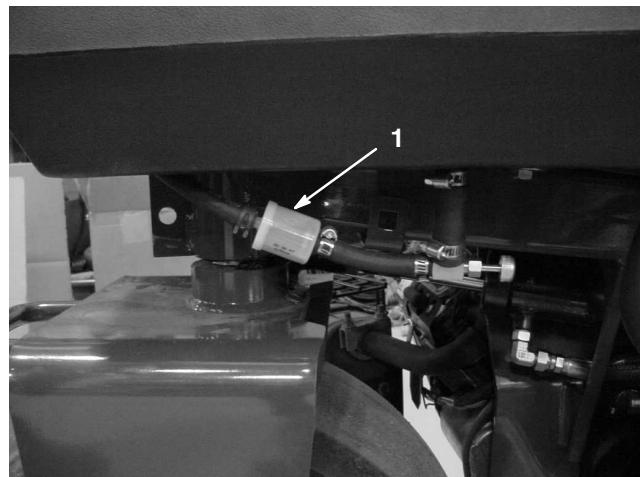

Figure 48
Le filtre à carburant est incorporé dans la conduite d'alimentation, entre le réservoir de carburant et le carburateur (Fig. 48). Remplacez le filtre toutes les 800 heures de fonctionnement, ou plus tôt si le débit de carburant est limité. Vérifiez que la flèche qui se trouve sur le filtre pointe bien dans la direction opposée au réservoir de carburant.
- Fermez le robinet d'arrivée de carburant, desserrez le collier de flexible (Fig. 48) côté carburateur et débranchez la conduite d'alimentation du filtre.
- Placez un bac de vidange sous le filtre, desserrez l'autre collier de flexible et déposez le filtre (Fig. 48).